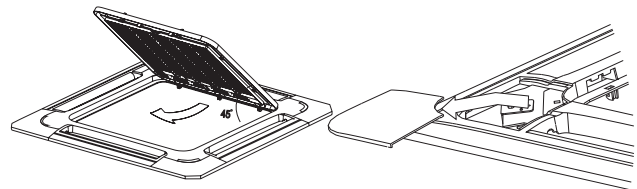

Fig. 5-10
- Levante la rejilla a un ángulo de 45 grados y retírela (véase la fig.5-10).